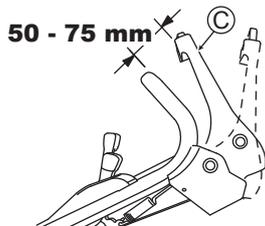

Abb. 24
Nehmen Sie die Justierung so vor, dass die Klinge sich zu drehen beginnt, wenn der Abstand zwischen dem Klingehebel (C) und dem Griff 50 - 75 mm beträgt und der gelbe Knopf, wie in Abb. 24 dargestellt, gedrückt ist.